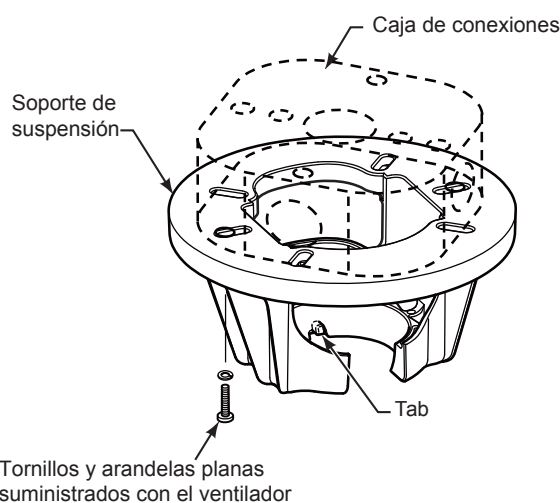

Figura 3
1. Fije adecuadamente el soporte colgante a la caja de empalme del techo que sea aceptable para el soporte del techo. Usando los tornillos de la caja de salida #8-32 y las arandelas planas suministrado con el ventilador. (Figura 3)
NOTA: Se deben pasar los tornillos de la caja de conexiones a través de los orificios que se encuentran en el soporte de suspensión. (Figura 3)